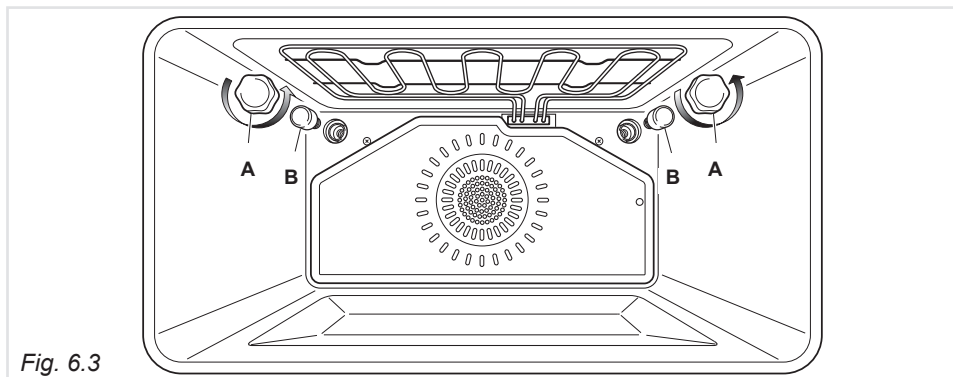

Fig. 6.3
- Retirez le couvercle de protection "A" (fig. 6.3).